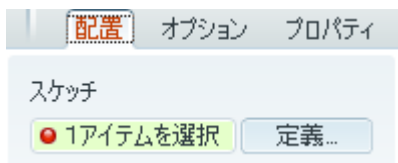

図 2-19 スケッチ平面の定義
- ・画面左上にある「配置」を選び「定義」をクリックする（図 2-19）。